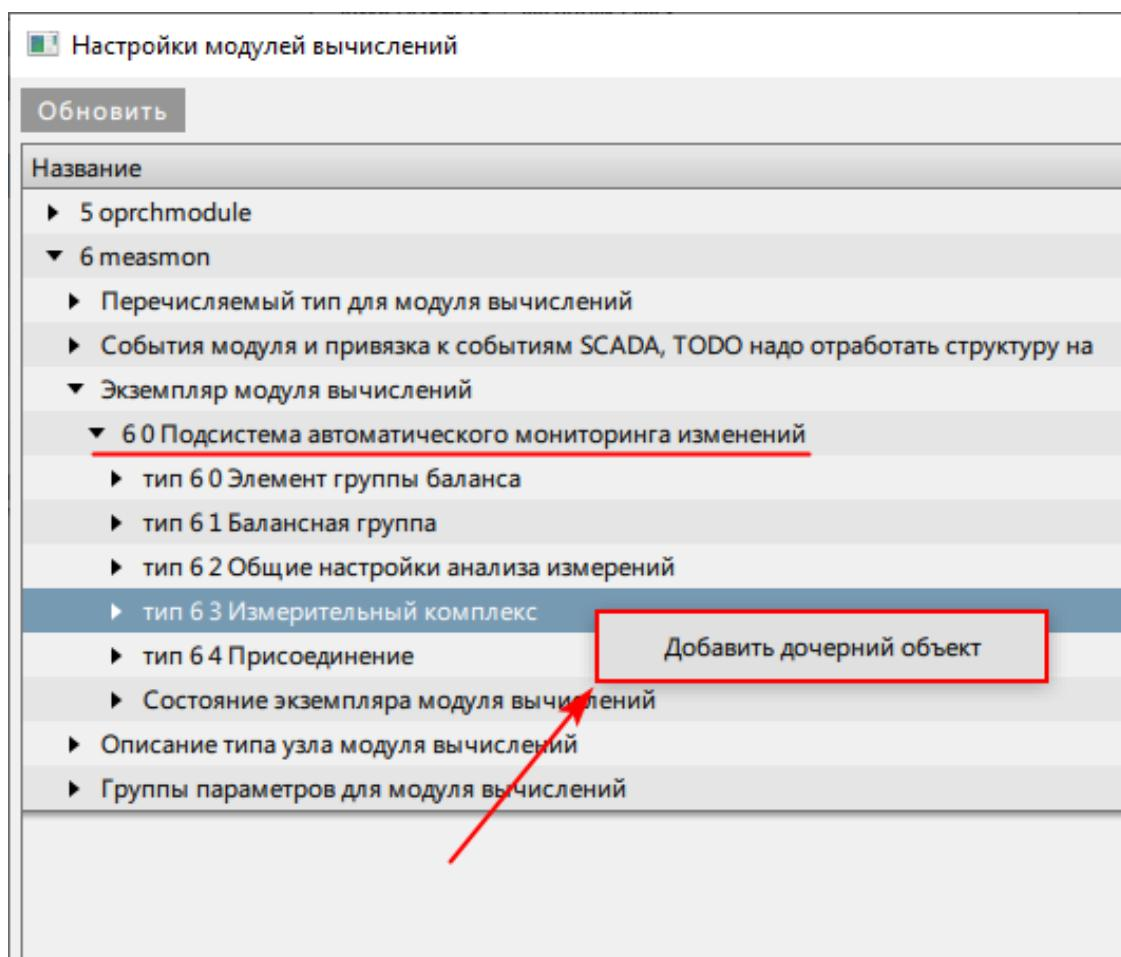

Рисунок 429 - Измерительный комплекс
2. Нажмите ПКМ по тип 6 3 Измерительный комплекс и выберите Добавить дочерний объект (Рисунок 429). Добавьте то количество измерительных комплексов, которое будет использоваться для мониторинга изменений.